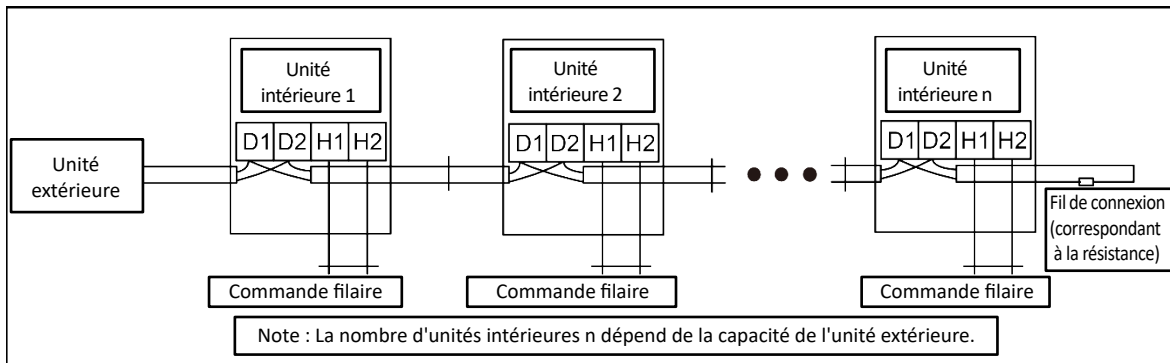

Fig. 5.3.2
- 5 Pour une communication plus fiable, assurez-vous de connecter la résistance de borne à l'unité intérieure la plus en aval du bus de communication (bornes D1 et D2), comme illustré à la Fig.5.3.2, la résistance de borne est fournie avec chaque unité extérieure.